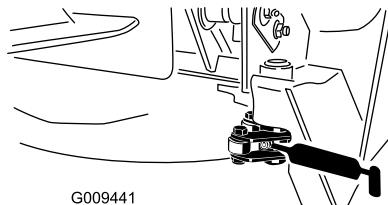

Figura 38
- 2 perni orientabili del fermo (Figura 38)